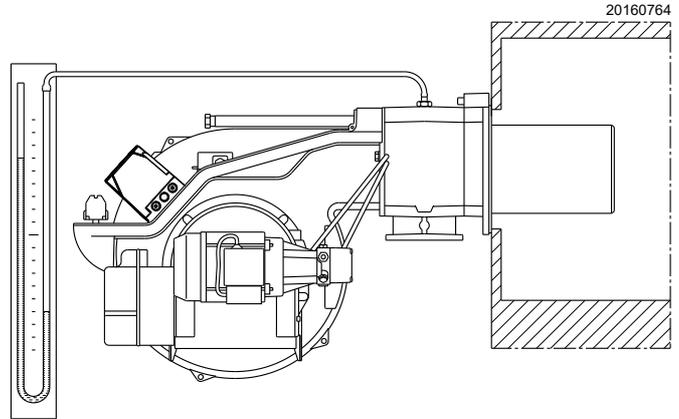

Abb. 35
- Ein U-Rohr-Manometer (Abb. 35) an der Gasdruckentnahmestelle der Muffe montieren.
Das U-Rohr-Manometer (Abb. 35) zeigt den Gaseintritt an der Muffe an.